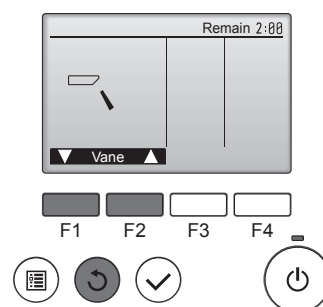

Fig. 7-4
- 2 Πατήστε το πλήκτρο [ΕΠΙΛΟΓΗ] για να εμφανιστεί η οθόνη της λειτουργίας Vane (Πτερύγιο φερωτής) και, στη συνέχεια, πατήστε τα κουμπιά [F1] και [F2] για να ελέγξετε την αυτόματη διακύμανση της κατεύθυνσης του αέρα. (Fig. 7-4)